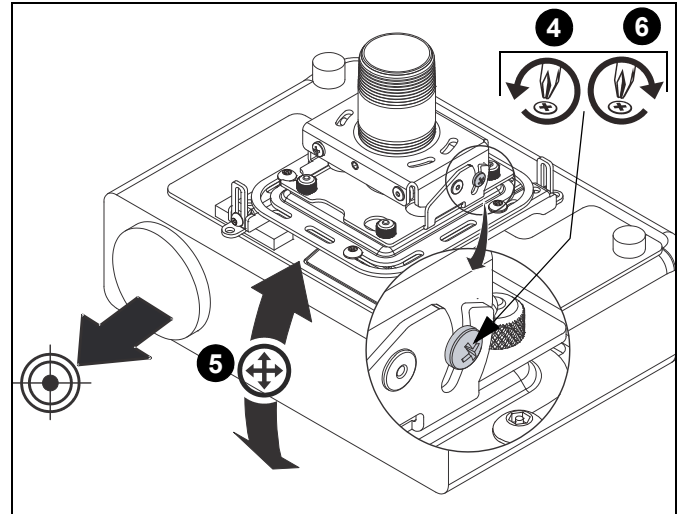

Figure 20
5. Ajustez l'inclinaison longitudinale désirée du projecteur. (Voir Figure 20)